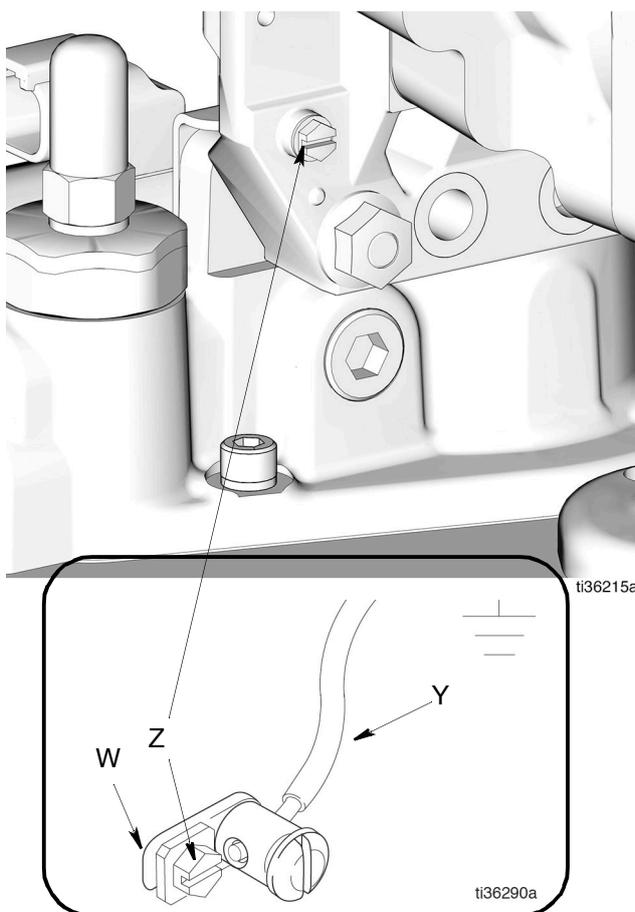

FIG. 1
Para conectar a tierra la bomba: Quite el tornillo de conexión a tierra (Z) que se encuentra en la parte trasera de la caja de engranajes e insértelo por el ojo del terminal del anillo (W) en el extremo del cable de tierra (Y). Ajuste el tornillo de conexión a tierra (Z) en la bomba y apriételo firmemente. Conecte el otro extremo del cable de tierra (Y) a una toma de tierra fiable (FIG. 1). Para pedir un cable y una abrazadera de conexión a tierra, pida la pieza 222011.